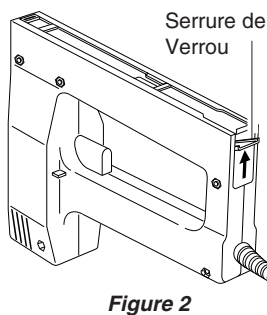

Figure 2
3. Enfoncez la serrure de verrou et glissez la couverture de chambre d'agrafe en arrière jusqu'à ce qu'entièrement ouvert (voir Figures 2 et 3).